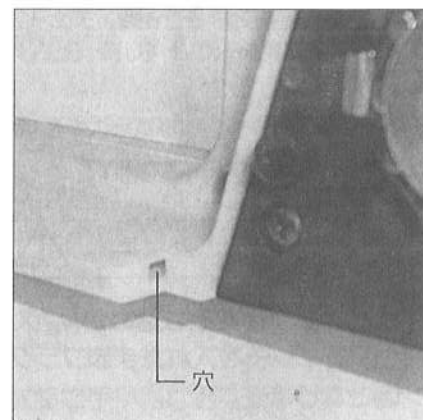

図9
⑥スプロケットカバーの下部にツメがついています。ツメを先に穴の中に差し込んでから締めつけてください。(図9参照)
⑦ソーチェーンの張り調整はガイドバー調整ネジで調整してください。